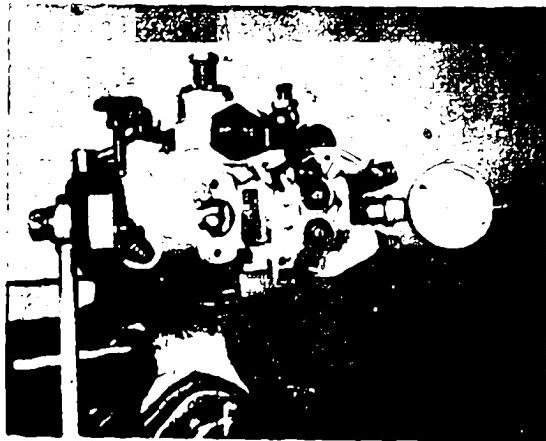

Fig. 5
1.3.1 Preparing the injection pump (Fig. 5)
1.3.1 Préparation de la pompe d'injection (Fig. 5)
1.3.1 Operaciones previas en la bomba de inyección (Fig. 5)